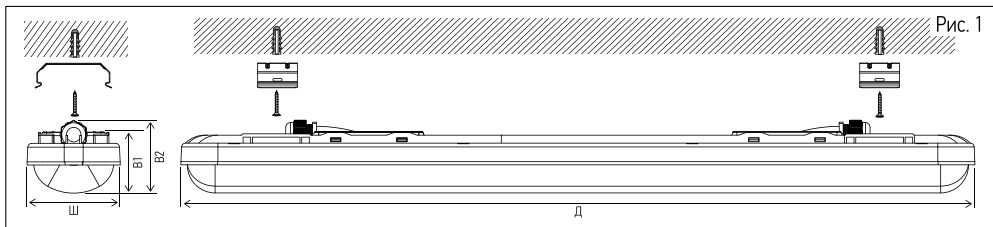

Рис. 1
2. Для установки светильника накладным способом монтажа: наметить и просверлить два отверстия для установочных скоб на поверхности стены или потолка по месту установки. Расстояние между центрами отверстий указано в Технических характеристиках. Установить на поверхность стены или потолка крепежные скобы (Рис. 1).